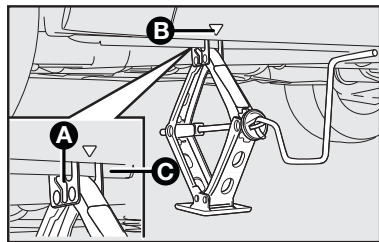

fig. 6
- Colocar o macaco onde está marca- do o símbolo ▼ **B-fig. 6** ou **7** (algumas versões) perto da roda a substituir, e cer- tificar-se de que a ranhura **A** do macaco esteja bem encaixada na longarina **C**.